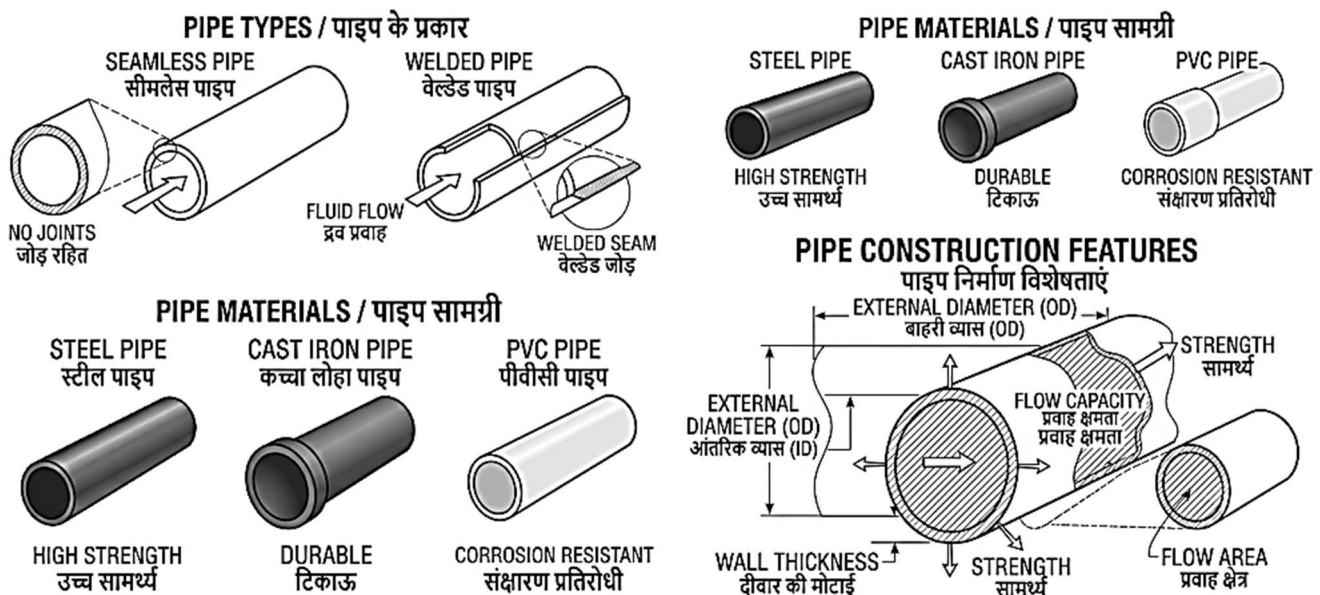

Fig. 7.8: Types, Materials and Construction Features of Pipes | पाइप के प्रकार, सामग्री एवं निर्माण संबंधी विशेषताएँ
7.8.1 Introduction (Fig.7.8)
7.8.1 परिचय (Fig.7.8)